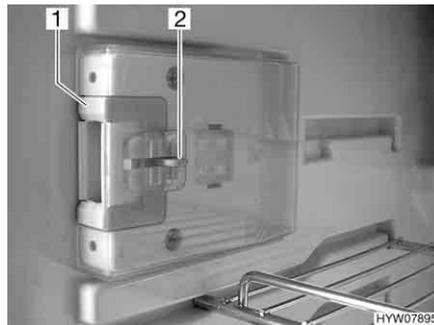
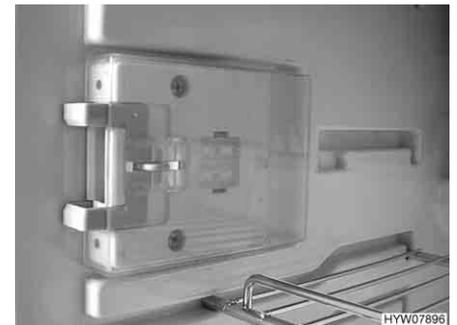

Bild 160 Verschlusseinrichtung in Normalstellung
Bild 161 Verschlusseinrichtung in Lüftungsstellung
- Die Entriegelung (Bild 160,2) eindrücken.
- Die Verschlusseinrichtung (Bild 160,1) nach vorn schieben (Bild 161).